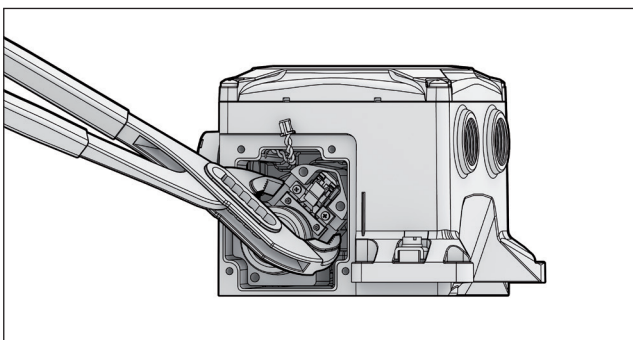

Fig. 81. NDX1510_ Puxando o pré-estágio com um alicate.
- Puxe o pré-estágio cuidadosamente. Recomenda-se usar um alicate para agarrar as ranhuras nas laterais do pré-estágio. Tenha cuidado para não tocar nas partes móveis do pré-estágio. (Fig. 81)